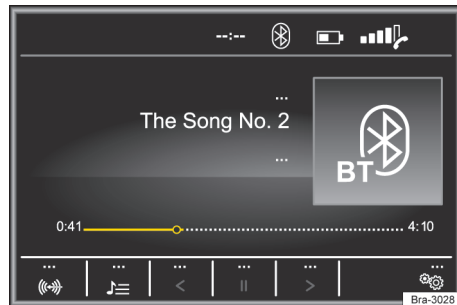
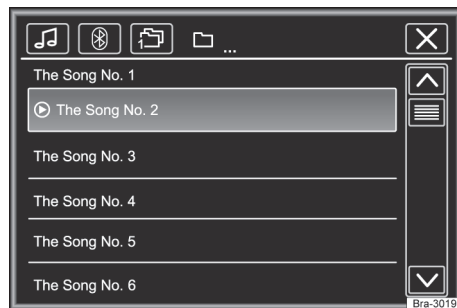

Fig. 125 Menú principal de medios.
Fig. 126 Operación de la radio: lista de estaciones.
- Presionar la tecla **[MEDIA]** para abrir el menú principal **MEDIA** → fig. 125.
Las fuentes de medios que se reproducen actualmente se exhiben en el botón de función en la parte inferior izquierda → **fig. 125**.
Leyenda para → **fig. 125 y → fig. 126:**